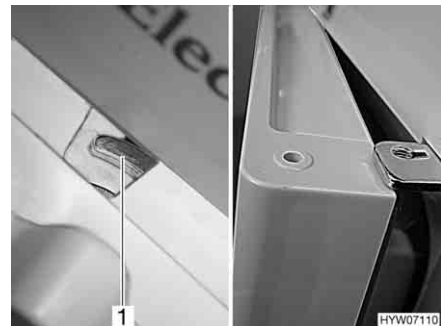

Fig. 224 Puerta del frigorífico/puerta del compartimento congelador en posición de ventilación (Dometic de la serie 7 con compartimento congelador separado)
- Empujar el bloqueo completamente hacia la derecha. La puerta del frigorífico/puerta del compartimento congelador se fija con ayuda del bloqueo de la puerta (Fig. 224,1). De este modo, la puerta del frigorífico/puerta del compartimento congelador quedará ligeramente abierta (Fig. 224).